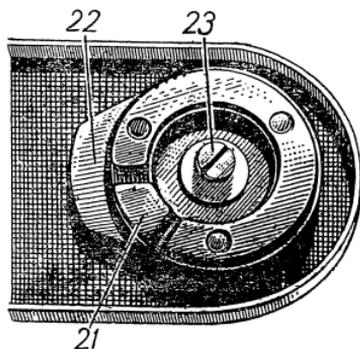

Рис. 146. Замок съемной крышки.
**Замок нижней крышки.** Замок крышки «Зоркий-2» запирает крышку аппарата, открывает и закрывает кассеты. Двухцилиндровая разъемная кассета при запирании замка крышки открывается (см. стр. 9). Устройство и сборка замка не сложна. Замок состоит из основания со скобой (расположенных с наружной стороны) и трех деталей с внутренней стороны: шайбы-защелки 21 (рис. 146), открывающей кассету, шайбы замка 22 и винта 23. На нижней стороне шайбы 21 сделано эксцентрическое утолщение, посредством которого передвигается шайба замка 22. Чтобы разобрать замок, нужно отвинтить винт 23.